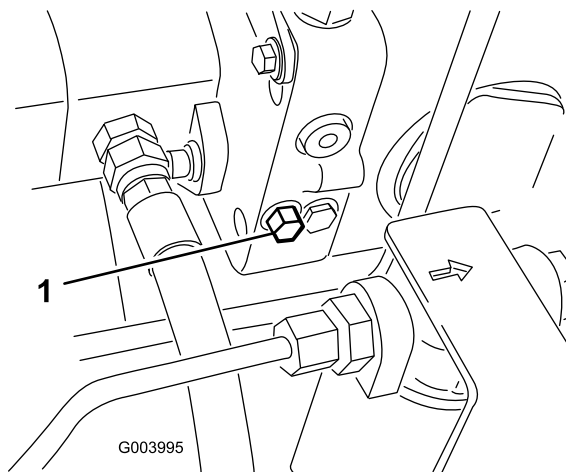

Рисунок 39
1. Перепускной клапан расположен с левой стороны гидростата (Рисунок 39). Чтобы открыть клапан и обеспечить внутренний перепуск масла, поверните болт на 1,5 оборота.